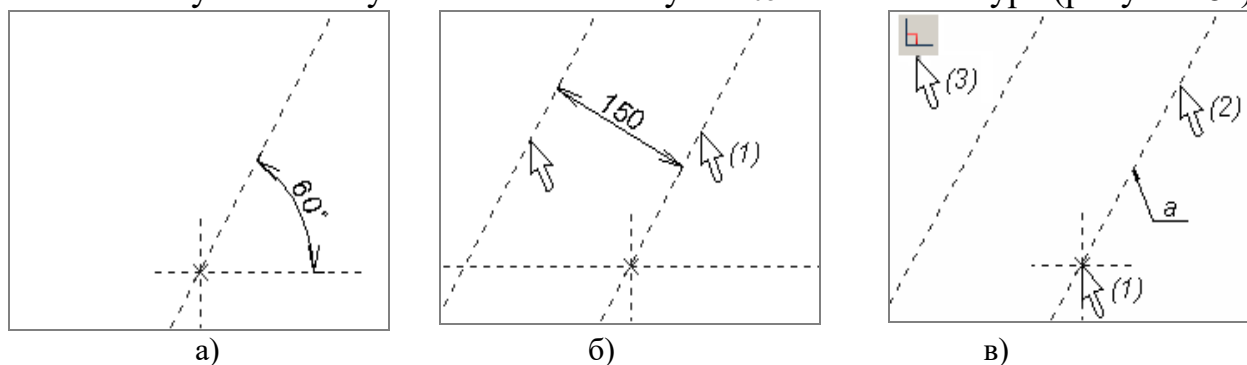

Рисунок 8 – Порядок создания наклонной, параллельной и перпендикулярной прямых
2.2.1 Выполните подготовительный этап. Порядок построения: Вызвать команду . При помощи опции  построить базовые прямые в нижней части экрана. Вызвать команду  «Изменить построения». При помощи опции  убрать выступание построенных прямых. Вызвать команду . Построить прямую, проходящую под углом 60° к горизонтальной оси. Порядок построения аналогичен построению наклонной прямой, проходящей через узел чертежа (пункт 2.1.5). При этом после выбора узла необходимо указать левой клавишей мыши линию построения относительно, которой будет задаваться угол наклона, а в окне свойств линии построения задать числовое значение угла, и нажать левую клавишу мыши или кнопку «Enter» на клавиатуре (рисунок 8а).
2.2.2 Постройте прямую, параллельную наклонной прямой. Порядок построения: указать курсором на наклонную прямую (1) (рисунок 8б), затем в окне свойств элемента построения задать числовое значение 150 мм и нажать левую клавишу мыши или кнопку «Enter» на клавиатуре.
2.2.3 Постройте прямую, перпендикулярную прямой а (рисунок 8в). Порядок построения: указать курсором на узел, через который должна